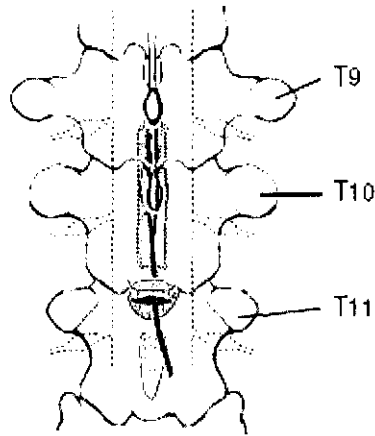

FIGURA 14
5. Con la ayuda de una proyección radioscópica, coloque la derivación en la posición que desee. Asegúrese de que todos los electrodos se encuentran dentro del espacio epidural y de que la almohadilla de la derivación quedará estabilizada tras el implante (consulte la Figura 14).